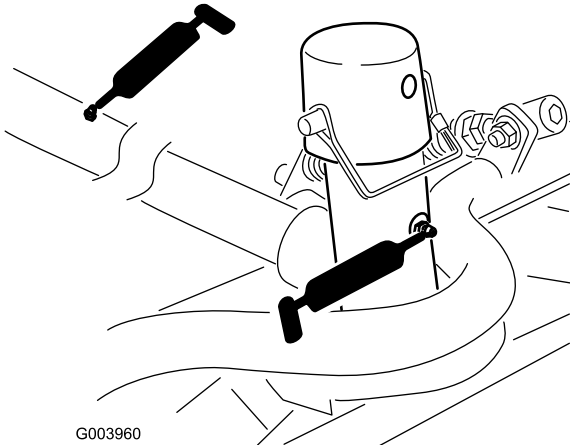

Figure 44
- Bâti porteur de plateau de coupe et pivot (x 2) (Figure 44)